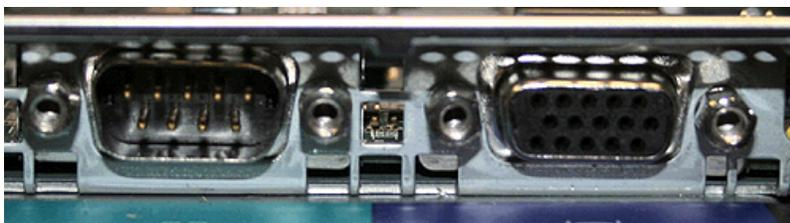

図 285. SAN ボリューム・コントローラー 2145-8G4 のシリアル・ポートおよびビデオ・ポート
18. ノードの後部で、シリアル・ポートとビデオ入出力ポートの横から 4 個の絶縁体ねじを取り外します。333 ページの図 285 は、絶縁体ねじの位置を示しています。